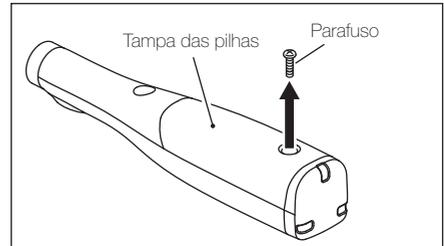

Fig. 12
3. Retire o parafuso que fixa a tampa das pilhas com uma chave Phillips. (Fig. 12)